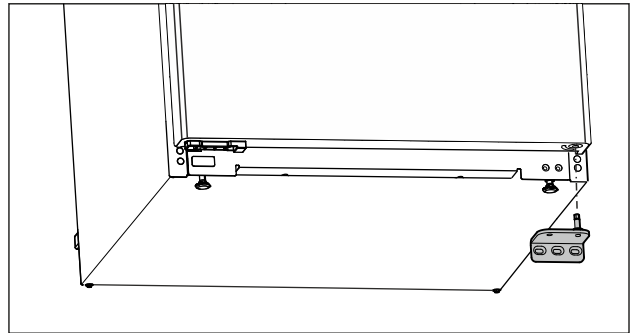

Fig. 15
- ▶ Nuimkite atraminę gembę žemyn. (žr. Fig. 15)